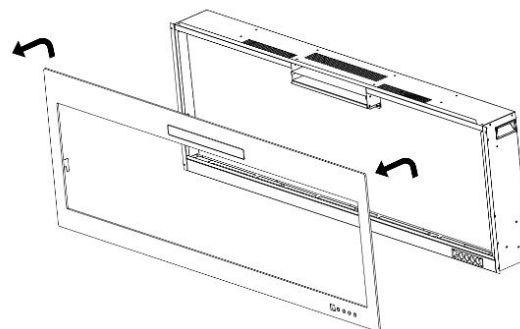

Fig. 2-2
B. Verwijder de twee beugels en leg ze opzij. (Fig. 2-2)